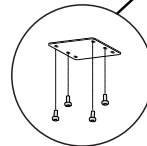

Fig.10
- Nella taglia PM670V è necessario installare la staffa di supporto esterna con le quattro viti fornite a corredo. (fig.10)